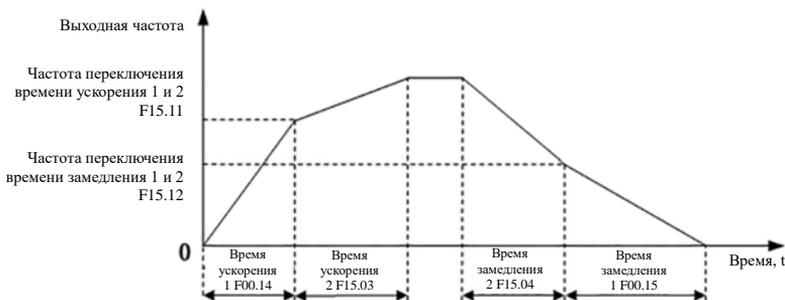

Рисунок 7-34 Диаграмма автоматического переключения времени ускорения и замедления
Если двигатель 1 работает с нормальной скоростью (например, без ПЛК/ПИД) (например, без крутящего момента), а значения времени ускорения/замедления (19: клемма времени ускорения и замедления 1; 20: клемма времени ускорения и замедления 2) являются недействительными, время ускорения/замедления (1) и время ускорения/замедления 2 можно переключить, задав значение F15.10 на 1, как описано в Рисунок 7-34.